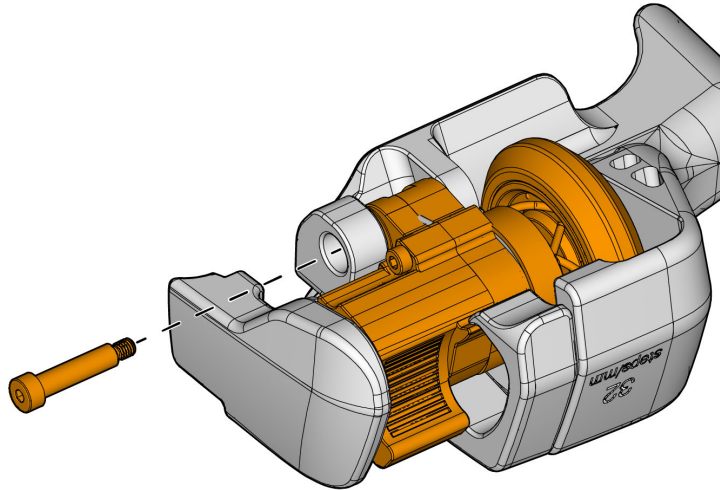

Abbildung 5-13 Schulterschraube des Weggebers der Index-Achse
2. Lösen Sie die Schulterschraube und schieben Sie sie dann von der anderen Seite heraus (siehe Abbildung 5-13 auf Seite 89).